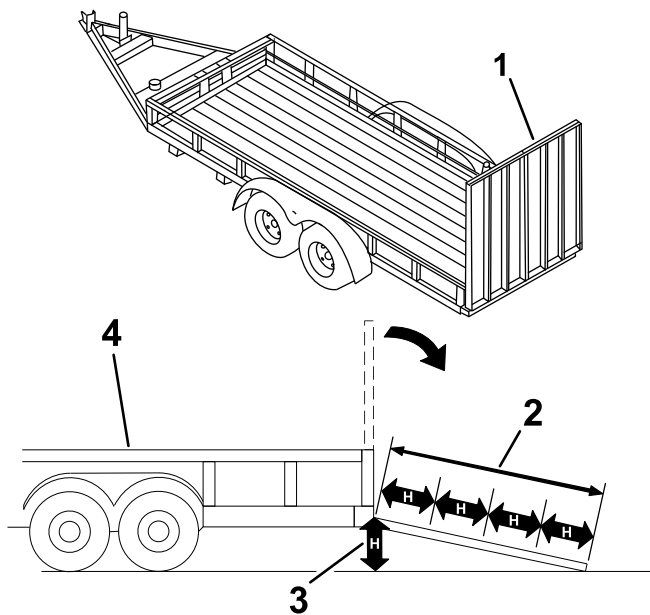

Figure 11
Le chargement de la machine sur une remorque ou un camion augmente le risque de basculement, et donc de blessures graves ou mortelles (Figure 11).
3. Abaissez la rampe (Figure 11).